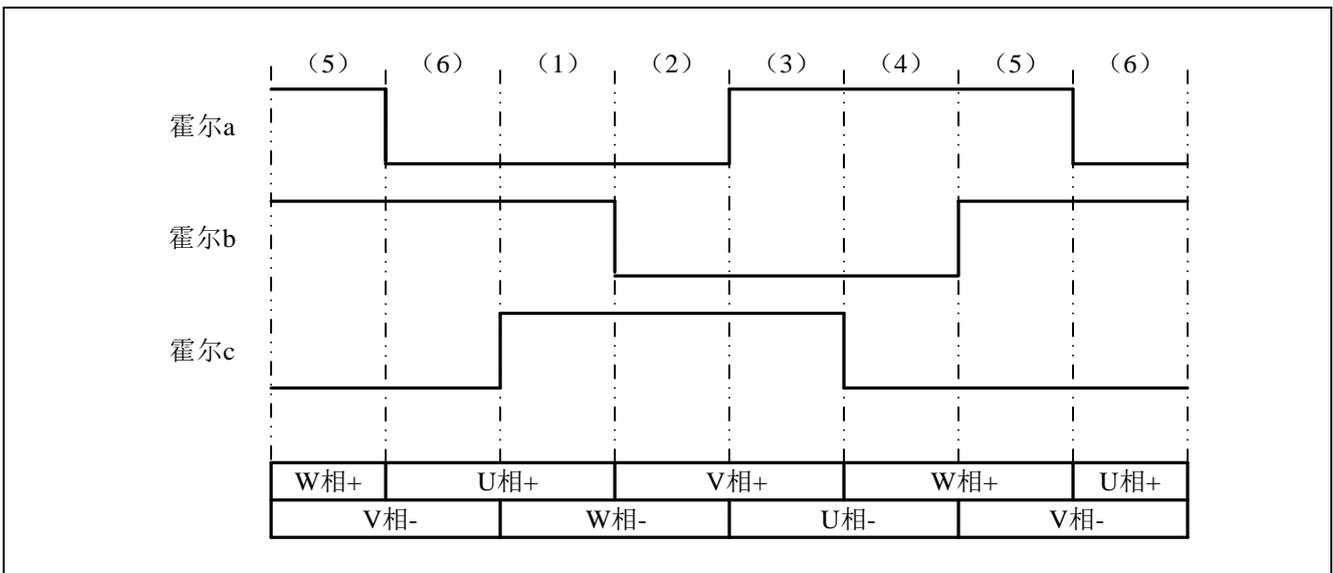
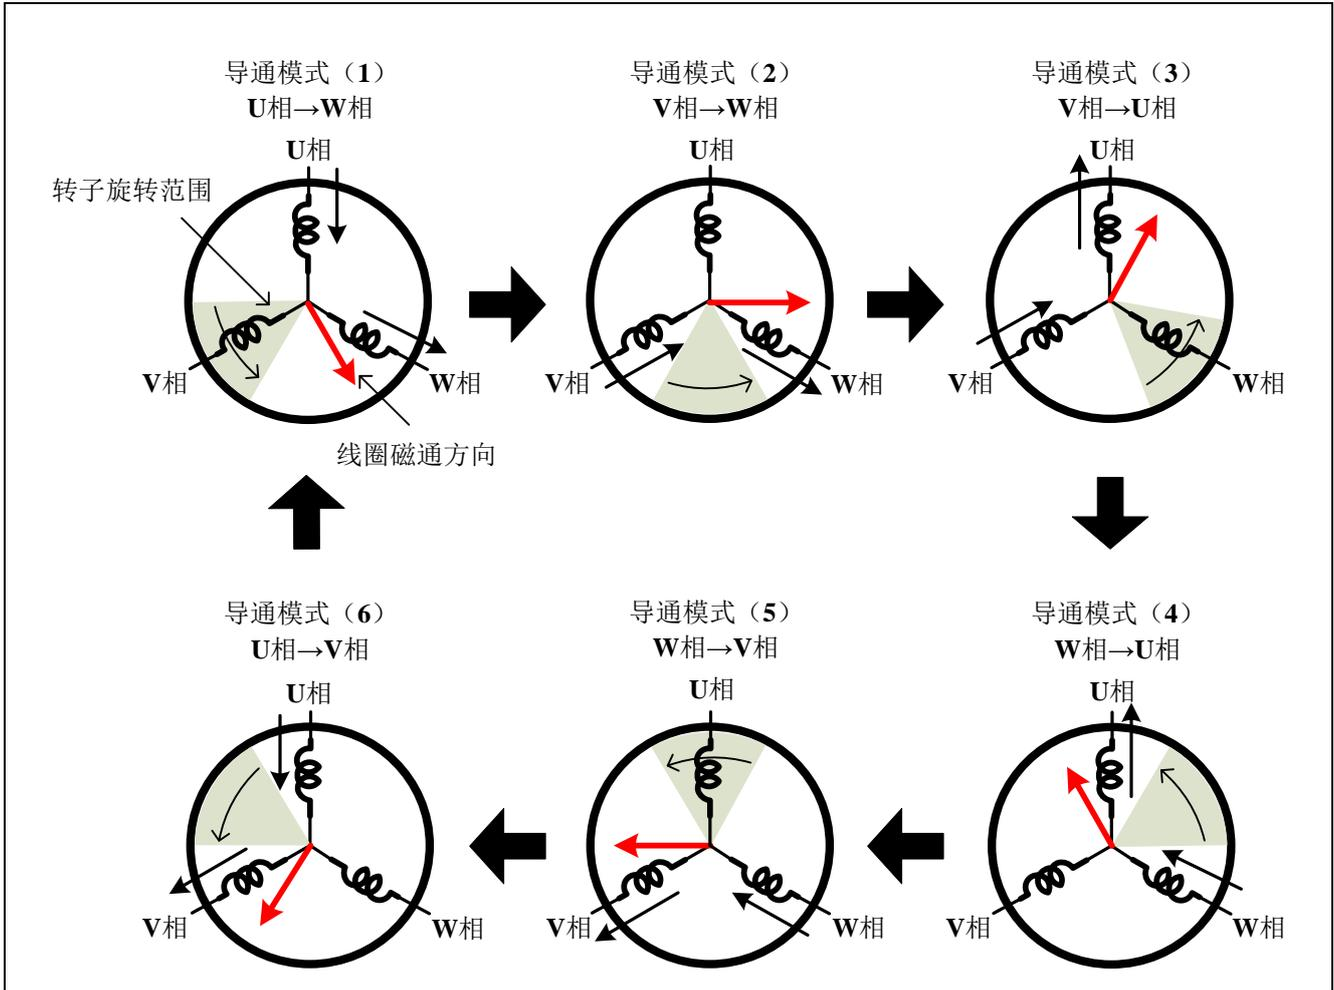

图 4.2 霍尔信号和导通模式的关系
图 4.3 六种导通模式和转子位置的范围
如果每相的导通模式按照图 4.2 中霍尔信号的时序进行改变切换，那么旋转磁通就会按图 4.3 那样产生，从而转子得到力矩并且旋转。
以上提到的 6 种导通模式和转子位置范围如图 4.3 所示。
- 补充：1. 如图 4.3 所示，霍尔信号和导通模式的这种关系适用于本系统。电机的规格不同的时候，请设置成相应系统的导通模式。